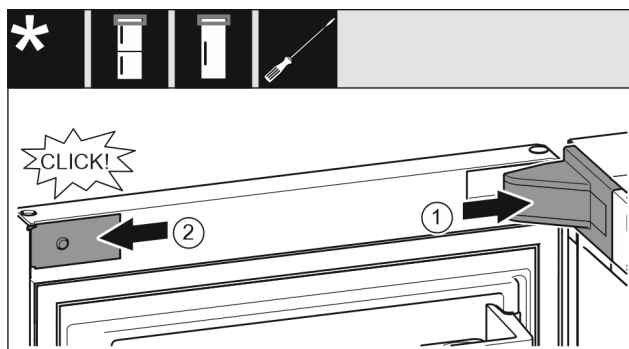

Fig. 20
- ▶ Coloque y encaje la cubierta del soporte de cojinete; dado el caso, separe con cuidado. Fig. 20 (1)
- ▶ Coloque y encaje lateralmente el panel. Fig. 20 (2)